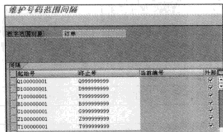

图 5-128 维护号码范围间隔
STEP 2 单击“间隔”按钮，可以对号码范围的间隔进行设置，如图 5-128 所示。